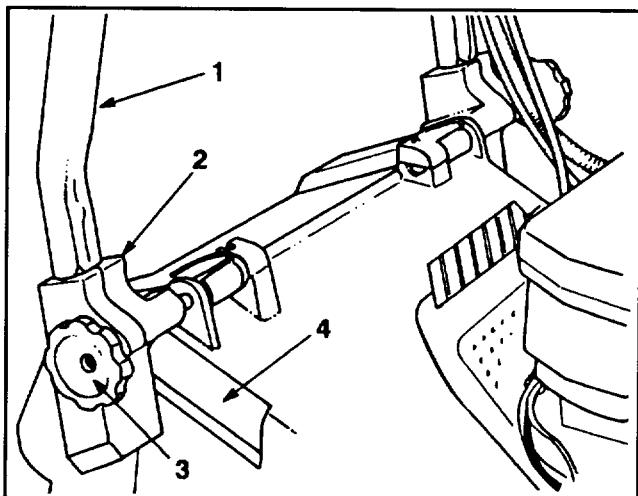
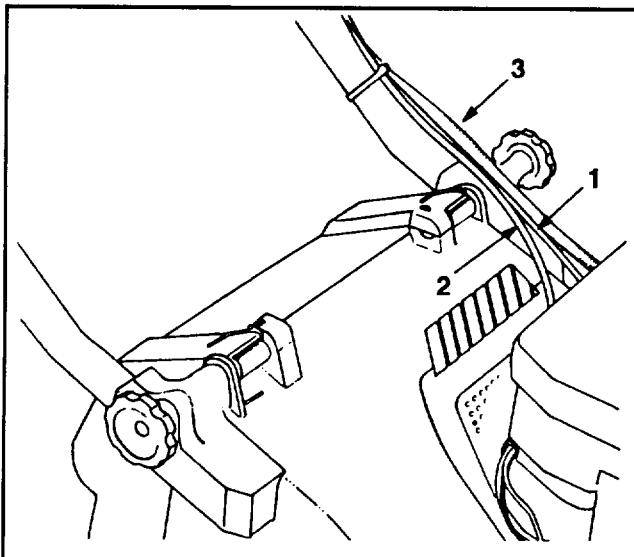

Abbildung 1
Abbildung 2
1. MONTAGE- Drehknöpfe auf der Gestängehalterung lockern (Abb. 1).
3. Die Enden der Griffstange in die Löcher der Gestängehalterung schieben bis sie sicher gehalten werden (Abb. 1). Sicherstellen, daß die Gaszug-, das Elektrostart- (Startschlüssel-Modell) und das Antriebskabel an der Gestängehalterung links oben sind (Abb. 2).
4. Den Griff und die Gestängehalterungen nach hinten schwenken bis die Rastklinken sicher in den Gehäuserasten gehalten werden (Abb. 2).